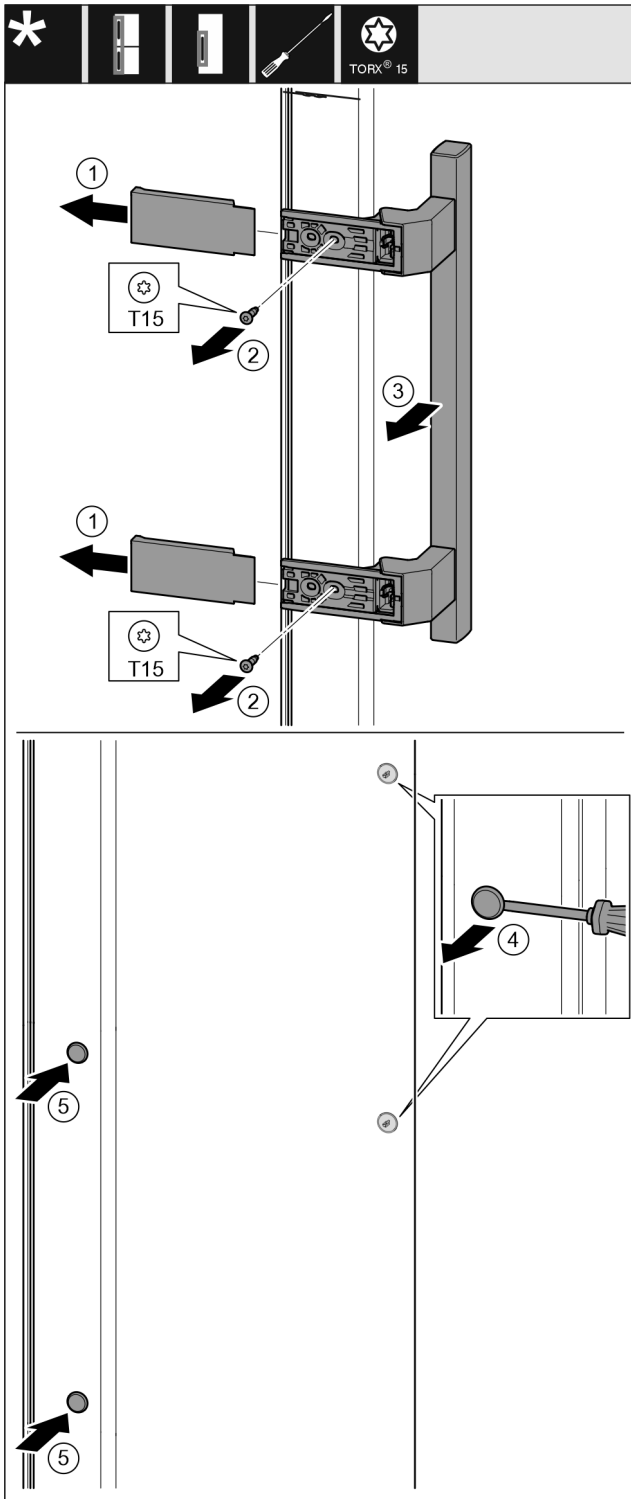

Fig. 20
- ▶ Afdekking eraf trekken. Fig. 20 (1)
- ▶ Schroeven met schroevendraaier T15 eruit draaien. Fig. 20 (2)
- ▶ Greep eraf halen. Fig. 20 (3)
- ▶ Zijdellingse stop voorzichtig met een sleufschroevendraaier optillen en eruit trekken. Fig. 20 (4)
- ▶ Stop op de andere kant weer aanbrengen. Fig. 20 (5)